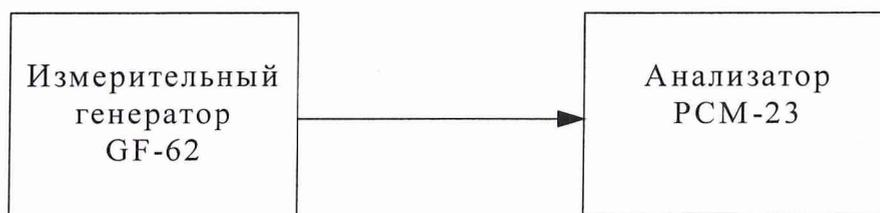

Рис.8.18.
8.3.18.1. Проверка максимальной отображаемой величины производится с помощью измерительного генератора GF-62 (рис.8.18).